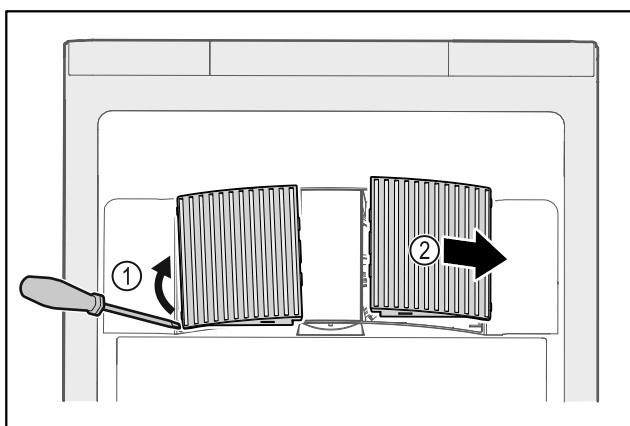

Fig. 126
- ▶ Nxirrni jashtë duke i ngritur lart me kujdes kapakët mbulues të ventilatorit nga anash Fig. 126 (1) dhe hiqini nga përpara Fig. 126 (2).